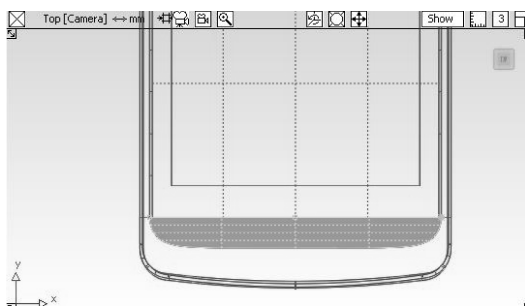

图 8-43 封闭按钮曲面
- 50 采用同样的方法，选择【Line】工具，捕捉凸缘的上面两段端点制作一条直线。选择【Set planar】工具，封闭按钮上的曲面，如图 8-43 所示。